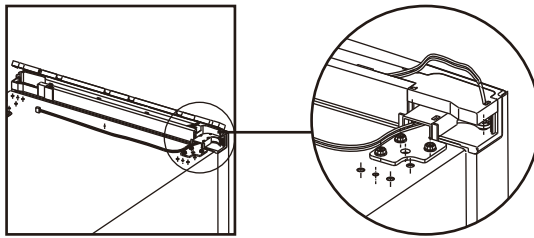

Рисунок 18
10. Установите пластиковую крышку на дверцу и декоративную панель для левой дверной петли (поставляется в комплекте), разместите электропровод (рис. 18).